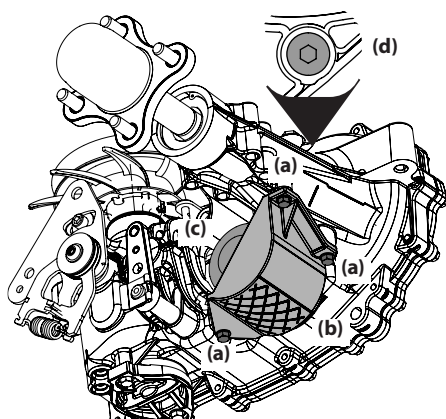

Figura 41
2. Extraiga los tres tornillos de la protección del filtro (a) y la protección del filtro (b). Limpie los residuos sueltos que haya alrededor del filtro (c). Consulte la Figura 41.
8. Extraiga el tapón del orificio superior (d) de los transejes para permitir que se purguen durante el llenado. Consulte la Figura 41.